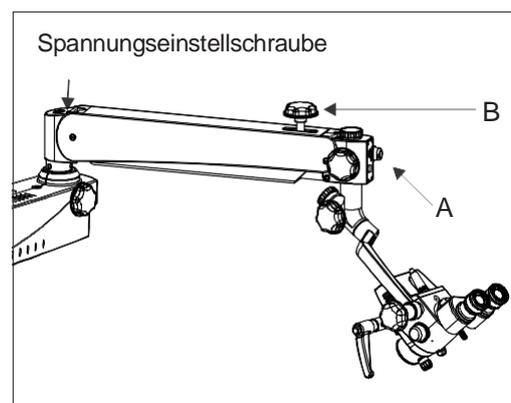

Fig. 12
2. Obwohl die Spannung am Mikroskop werksseitig gemäß der bestellten Konfiguration vorhanden ist, kann der Benutzer den Auf- und Abwärtsdruck immer noch anpassen, indem er die Innensechskantschraube im Uhrzeigersinn oder gegen den Uhrzeigersinn mit einem 8-mm-Innensechskantschlüssel dreht. Siehe Abbildung 12 für die genaue Position der Spannungseinstellschraube.
3. Sperren Sie die Auf- und Abwärtsbewegung des Aufhängearms nach der Fokussierung des Interessenbereichs mit dem Verriegelungsknopf (B) in Abbildung 12.
5. Die Beleuchtung wird über den Steuerknopf (A) in Abbildung 12 gesteuert. Drehen Sie ihn im Uhrzeigersinn oder gegen den Uhrzeigersinn, um den gewünschten Beleuchtungspegel zu erreichen.